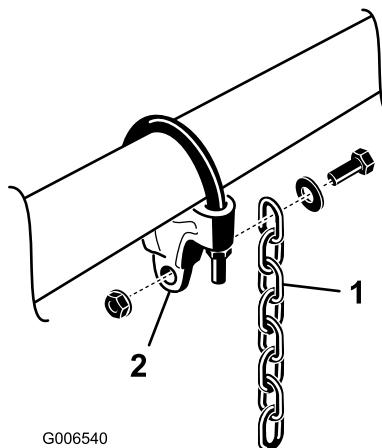

図 8
7. 各昇降チェーンを、ねじとワッシャとナットで、図 8 のようにチェーン ブラケットに取り付ける。